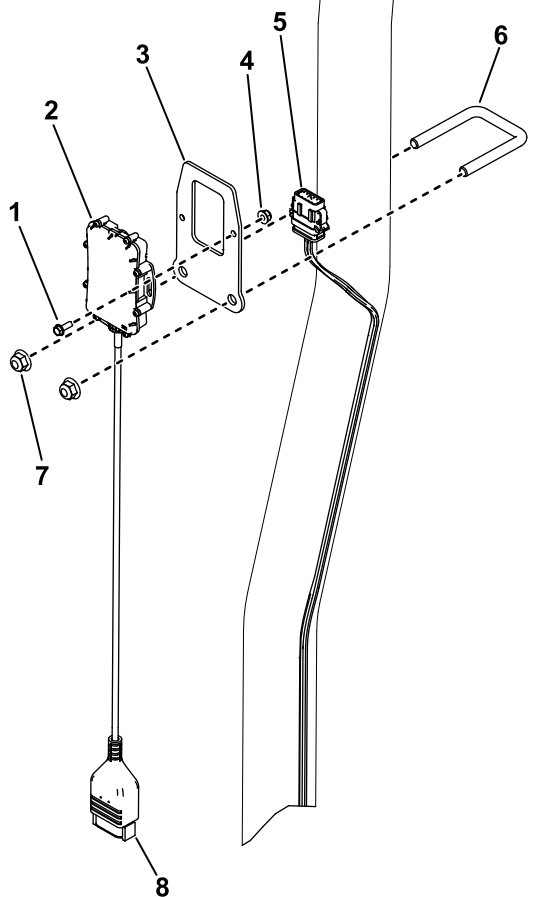

図 5
1. ボルト (#10) 2本とナット (#10)2個を使って、テレマティクスデバイスをデバイスブラケットに固定する 図 5。
2. Uボルトとナット($\frac{3}{8}$ ") 2個を使って、デバイスブラケットをロールバーに固定する(図 5)。
3. デバイスコネクタをテレマティクスワイヤーハーネスのP02というラベルの付いたコネクタに取り付ける(図 5)。